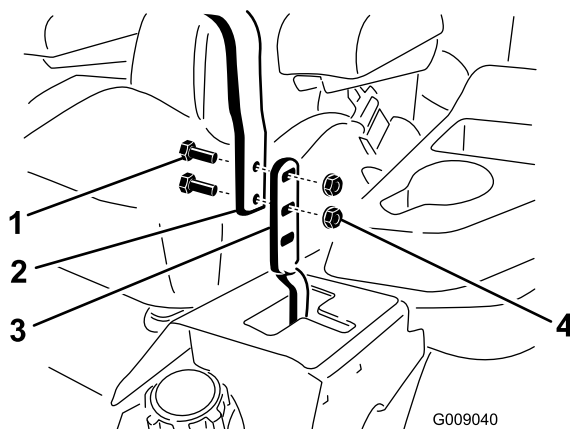

Figura 59
2. Afloje los pernos y las tuercas con arandela prensada que sujetan las palancas (Figura 59).